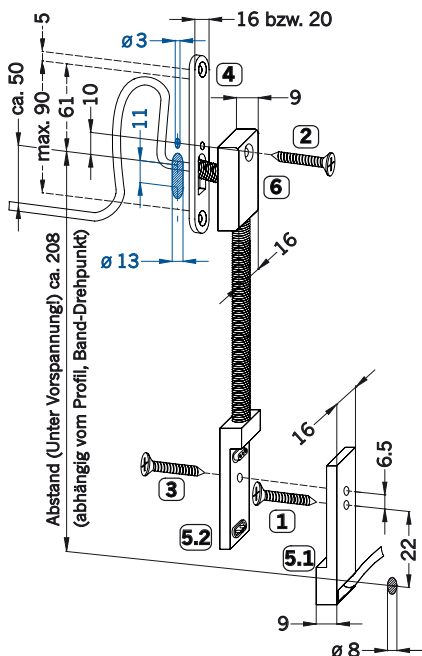

Abbildung 3.2-1: Fräsmaße Kabelübergang
- Wenn Abdeckblech ④ verwendet wird, Langloch 90 mm fräsen (siehe Abbildung 3.2-1, bei Holz-Türen ca. 50 mm tief)
- **Alternativ:** Bei Verwendung ohne Abdeckblech, Bohrung 2 x Ø 13 mm bzw. Langloch durch die Beschlagnut (ca. 208 mm vertikal über der Ø 8 mm Rahmenteilbohrung) und für Schraube ② vorbohren (Ø 3 mm), **blau** dargestellt